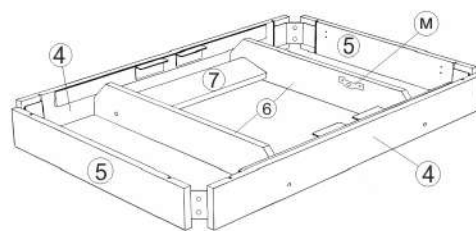
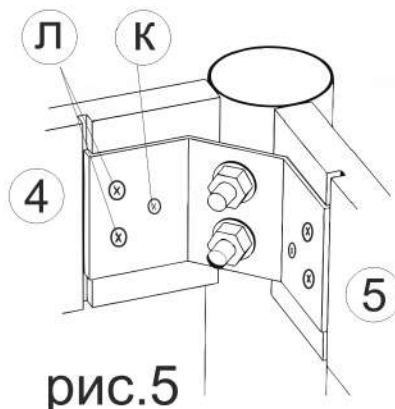

рис.3
рис.5
5. С помощью саморезов (к) крепим ответные части поворотного механизма (м) к царгам (6), рис.3.
6. С помощью бобышек-стяжек (г) и еврошурупов (л) соединяем царги (4,5). Дополнительно прикручиваем бобышки-стяжки (г) саморезами (к), рис. 5.
7. Евровинтами (а) крепим планку (7) к царгам (6).
8. Царги (6) присоединяем евровинтами к царгам (4), см. рис. 3.